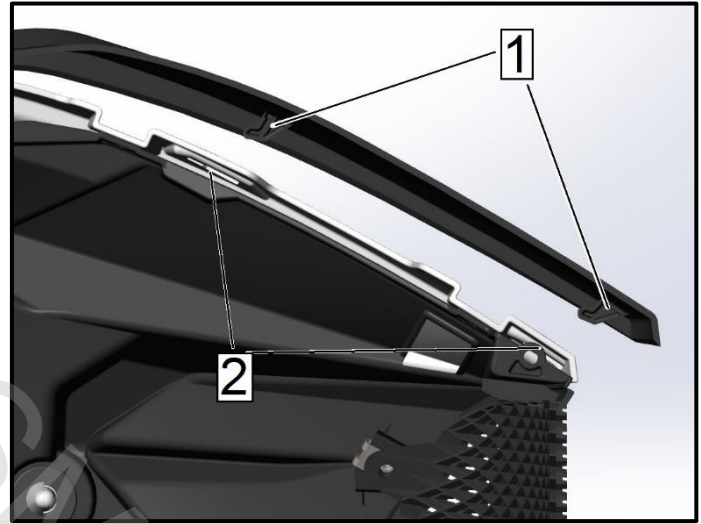

Рис. 39
1. Заведите крюки капота (поз. 1, рис. 39) в зацепление с пазами крюков (поз. 2, рис. 39) в зацепление с пазами крюков (поз. 2, рис. 39).